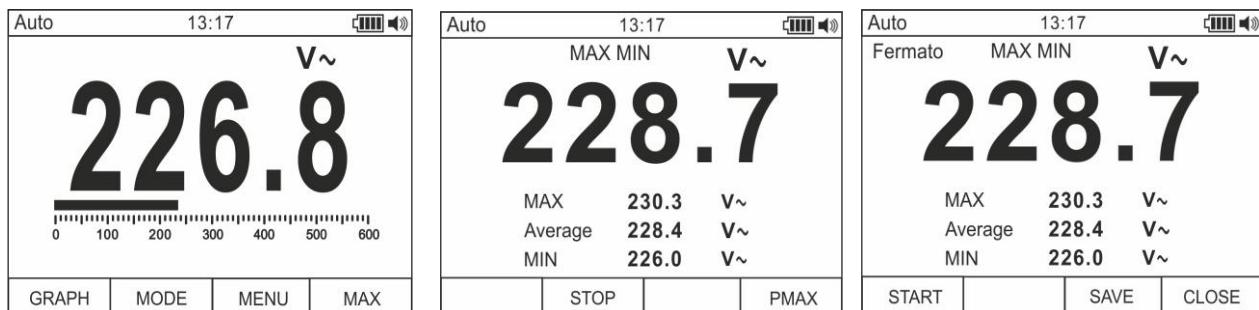

Fig. 6: Guardar os valores MIN/MAX/Médio
- Premir o botão **F4** para entrar na medição dos valores MAX, MIN e Médio da grandeza em exame (ver Fig. 6 – parte central). A mensagem “MAX MIN” aparece no display.
- Premir o botão **F3** para guardar o resultado da medição (ver Fig. 6 – parte direita) e rever o resultado guardado (consultar o § 4.3.7).